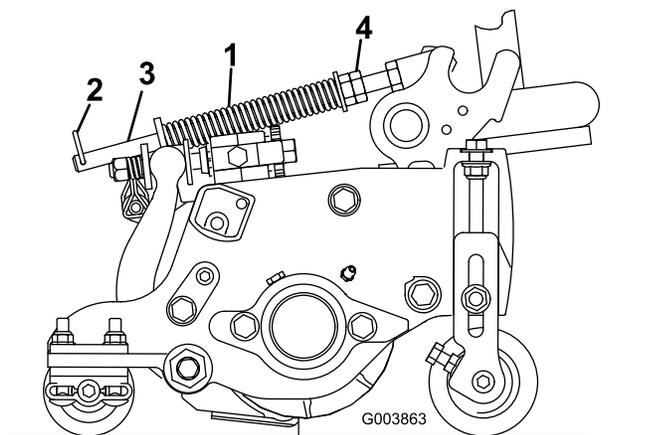

图 51
草坪补偿弹簧图 51 可将重量从前滚筒转移至后滚筒。这有助于减少草坪的波动图形也称为波浪形或摆动形。
1. 确保发卡销安装在弹簧杆的后孔内图 51。
2. 拧紧弹簧杆前端的六角螺母直至压缩后的弹簧长度为 159mm 请参阅图 51。